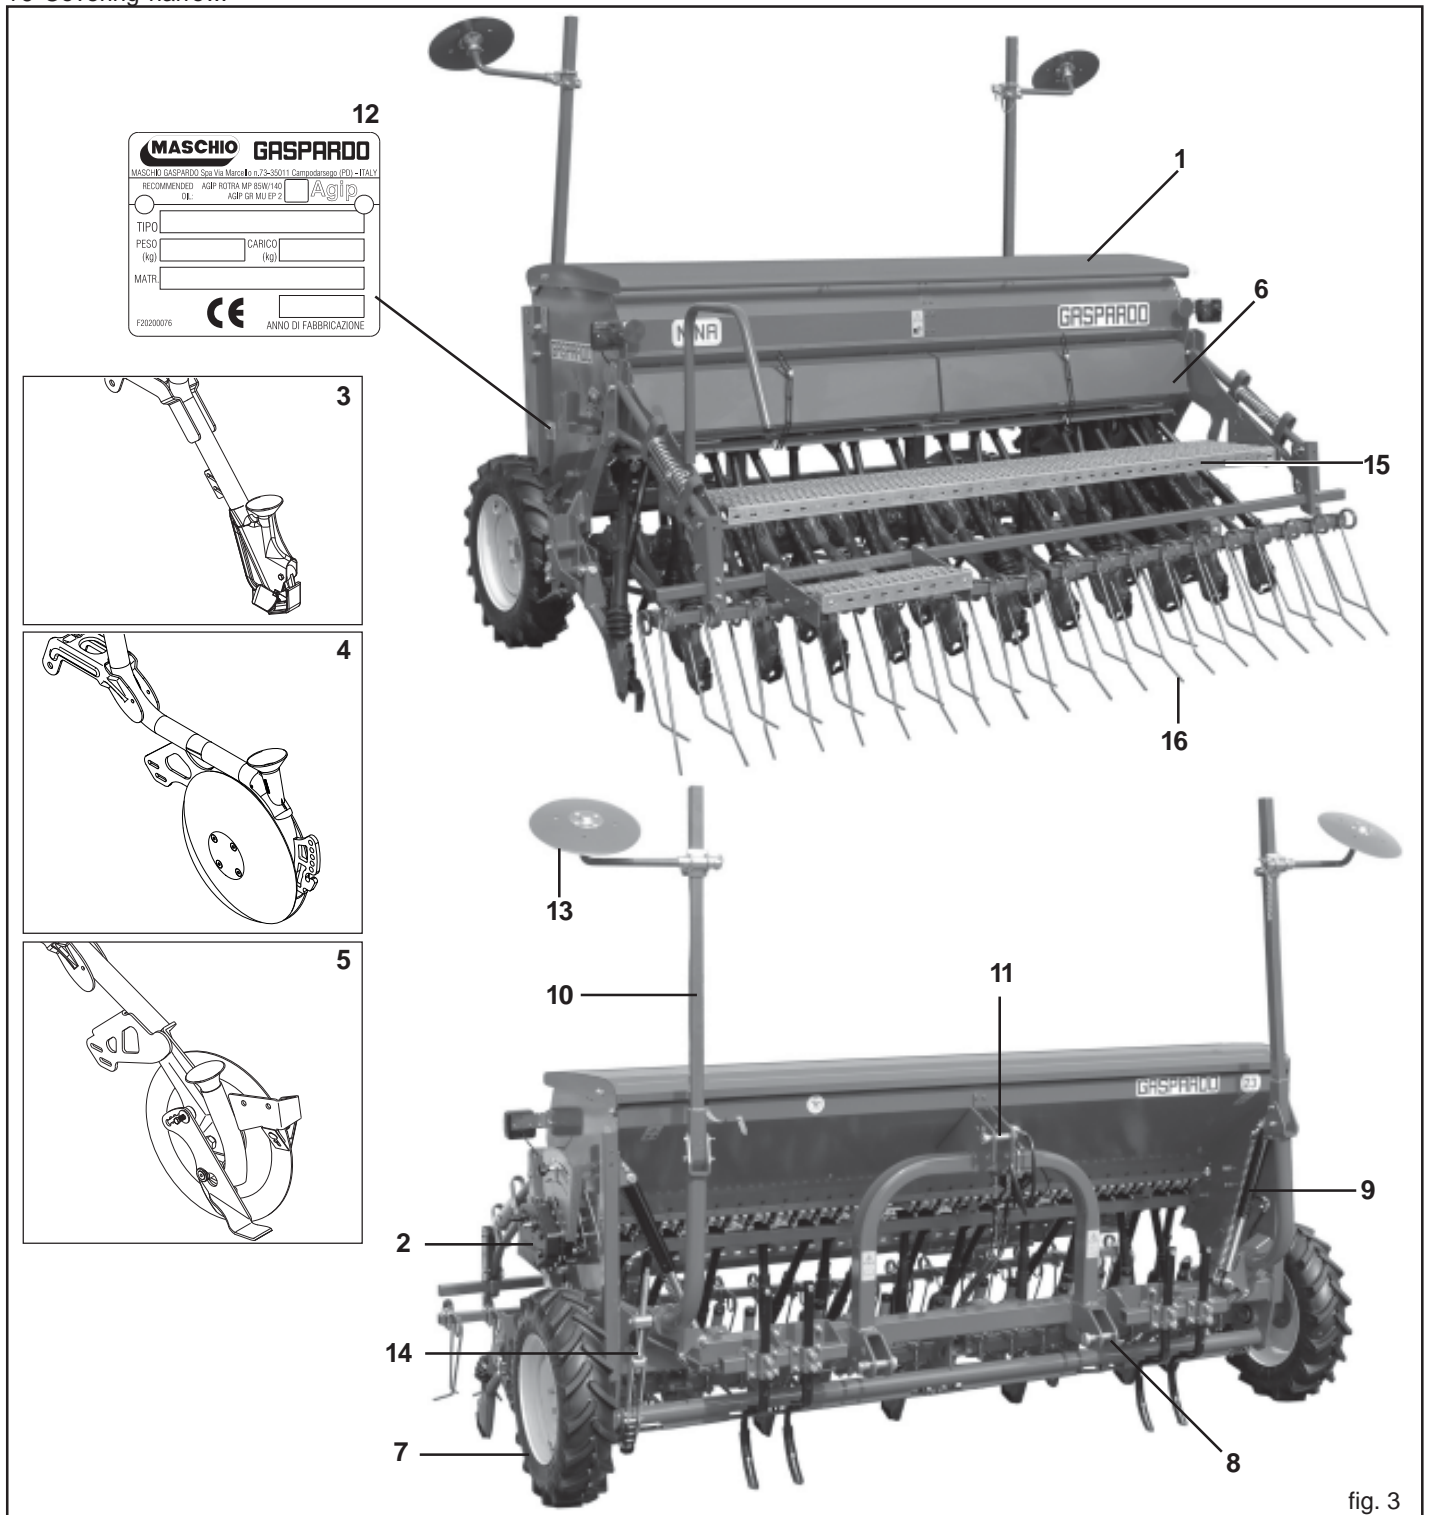

fig. 3
**1.6 ASSEMBLY DRAWING (Fig. 3)**